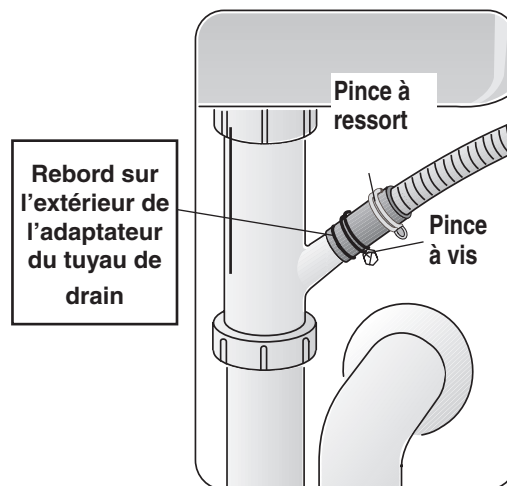

Figure 23
- 3 Maintenir de façon sécuritaire la connexion avec la pince à ressort argentée (**figure 23**).
- 4 Utiliser la pince à vis dorée pour attacher l'adaptateur de tuyau de drain en caoutchouc à la plomberie résidentielle (**figure 23**).